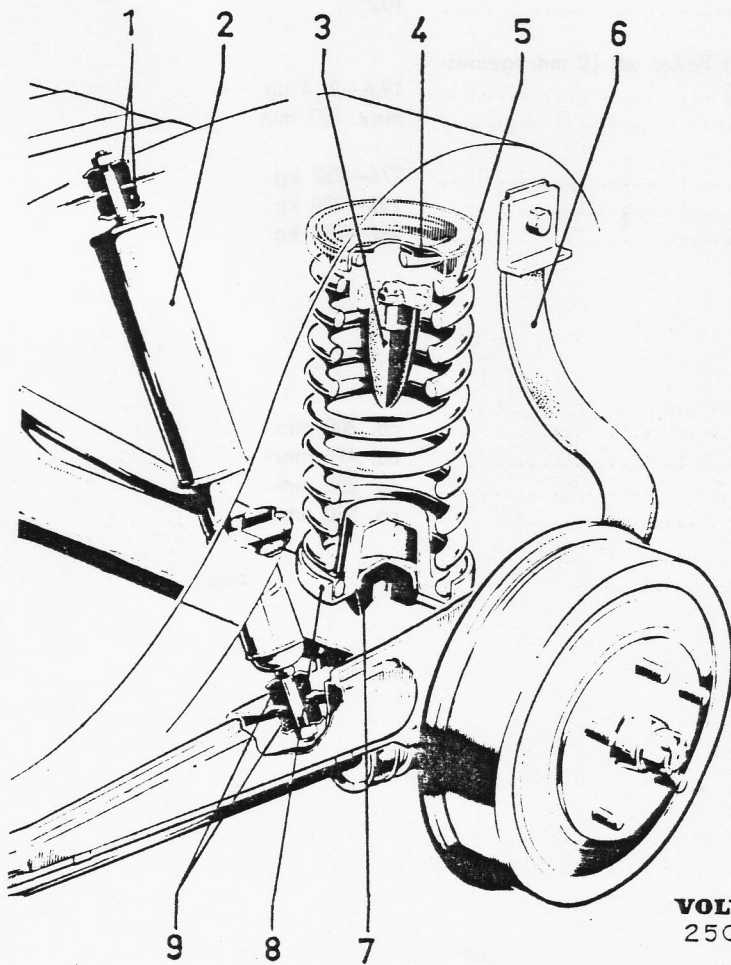

Bild 9-7. Hinterfeder und Stossdämpfer
Der Einbau erfolgt in der entgegengesetzten Reihenfolge des Ausbaues. Überzeugen, dass Gummipuffer (7, Bild 9-7) an die richtige Stelle der Hinterachse kommt. Bei den Fahrzeugen neuerer Bauart ist zusätzlich ein oberes Gummizwischenstück (4) eingebaut.
Reihenfolge des Ausbaues, siehe Bild 9-7. Scheibe mit dem grösseren Loch an der Innenseite der unteren Gummibuchse anbringen, Mutter anziehen, bis 3 mm des Befestigungs-Gewindes aus der Mutter herausstehen.